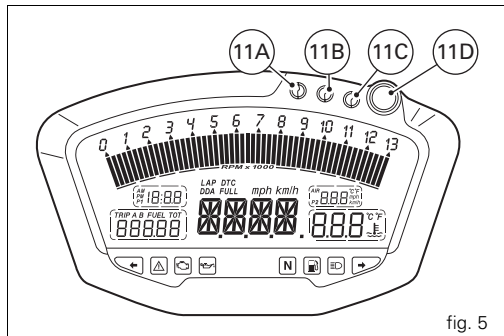

fig. 5
11) Traction Control light (fig. 5).